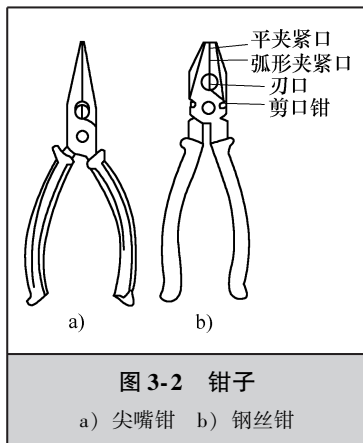

图 3-2 钳子
(2) 钳子 钳子常用于夹持小物件、切割金属丝、弯折金属材料等，维修中常用鲤鱼钳、钢丝钳、尖嘴钳等，按钳子的长度分为150mm、200mm、250mm等多种规格，如图3-2所示。